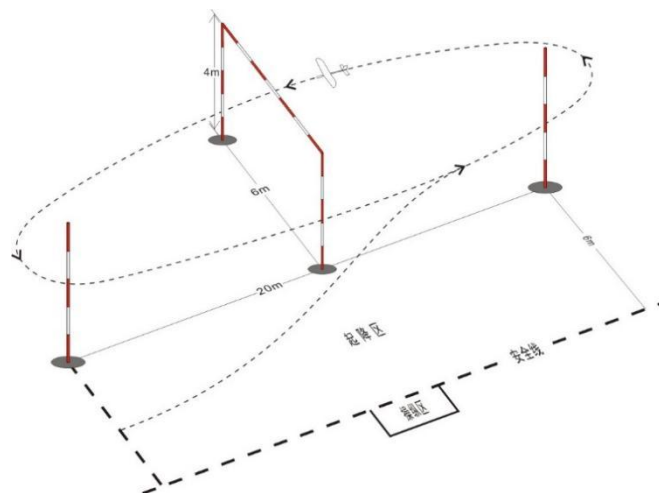

图 G.6 遥控固定翼模型飞机飞行（二）测试场地示意图
G.2.3.3.4 测试场地操纵区、起降区、飞行区等尺寸见图 G.6。